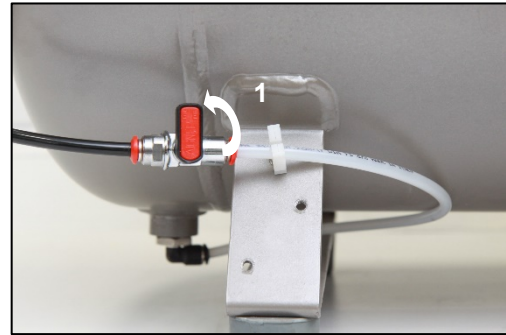

Рис. 14
Чтобы выключить компрессор для выполнения технического обслуживания или по другой причине, поверните переключатель (2) на реле давления (1) в положение 0 и **выньте вилку из розетки электросети**. В результате компрессор будет отсоединен от источника питания. Затем откройте сливной кран (рис. 14), чтобы стравить давление в ресивере до нуля.
#### Компрессоры (рис. 14)
Если компрессор не будет использоваться в течение продолжительного времени, слейте весь конденсат из ресивера. Затем включите компрессор на 10 минут, оставив сливной кран (1) открытым (рис. 14). Выключите компрессор с помощью выключателя (2) на реле давления (1) (рис. 13), закройте сливной клапан и отсоедините устройство от электросети.
- Стравите давление воздуха в ресивере, открыв сливной кран (1) (рис. 14).